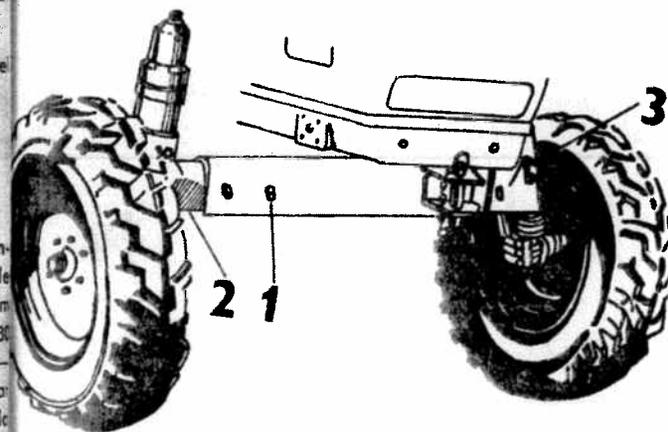

Fig. 15
Les embouts avec les roues peuvent être fixes ou à suspension. Sur les deux types de ces embouts il est possible de changer la voie des roues avant à 1430—1655—1805 mm (la voie fondamentale est ajustée par le fabricant à 1430 mm) pour Z 6711—Z 6718. Pour Z 4712, Z 4718, Z 5711—Z 5718 la voie est ajustée à 1280—1375—1750 mm. Par le fabricant la voie est réglée à 1375 mm. Pour ajuster la voie des roues avant opérer comme suit (fig. 15).
2. Dévisser les écrous (fig. 15/1) des vis des embouts de l'essieu avant et enlever les vis.
4. Tirer un peu les embouts (fig. 15/2) à la voie désirée et les bloquer de nouveau par des vis et écrous.
1. Dévisser les vis des chapeaux de protection sur les corps de l'embout et déposer ces chapeaux (fig. 15/3).